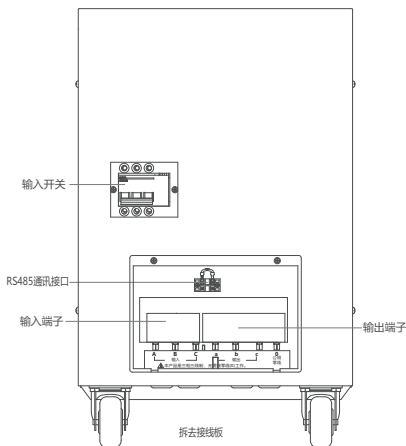

图2 TNSC-15~30后板布局说明
7.1.4 稳压器开箱后应确认外观及其它部位应完好无损，确认无异常后，再打开接线板或门板再按照接线标识接线。接线可参考图2～图5。